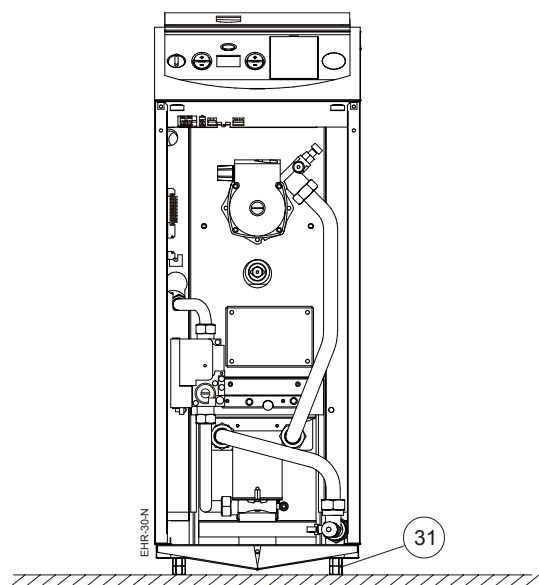

Fig. 15
Met de verstelbare voetjes (31) kunt u de cv-ketel waterpas zetten (zie fig 15).